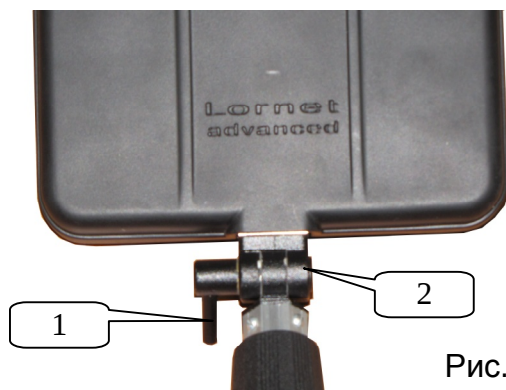

Рис. 3
4.2. Подвижное соединение приемо-передающего антенного блока с ручкой (см. рис. 3) предназначено для перевода блока в транспортное положение и фиксации положение антенны, удобного для проведения поисковых работ.
На рис. 3 обозначены: 1 - ручка фиксатора подвижного соединения; 2 - подвижное соединение.